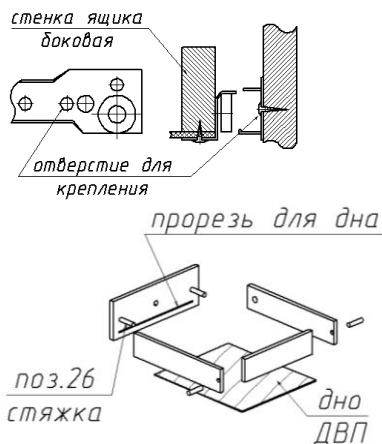

Рис. 3
4. Собрать ящики в прилагаемой последовательности (рис.3).